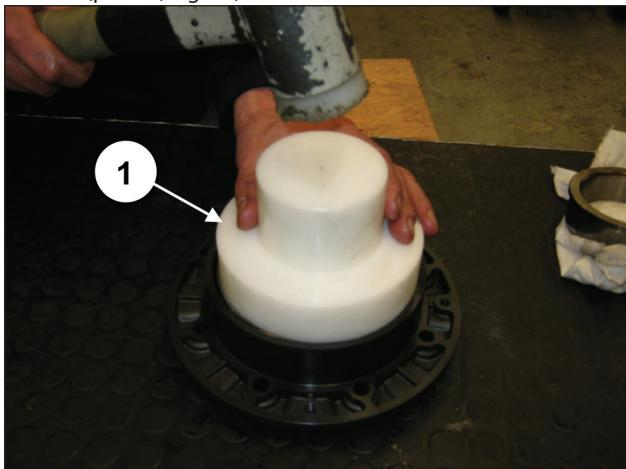
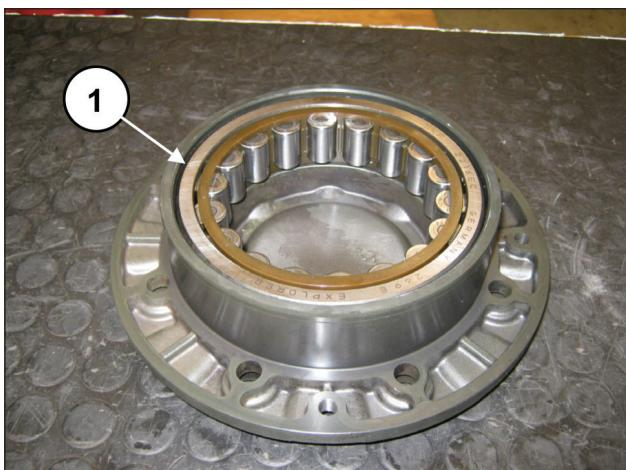

Fig. 57
Fig. 58
Repetir la operación en la tapa del cojinete para premontar la anilla externa del cojinete del eje acodado utilizando la herramienta cód. 27605000, (pos. ①, Fig. 57) para introducirla a fondo (pos. ①, Fig. 58).